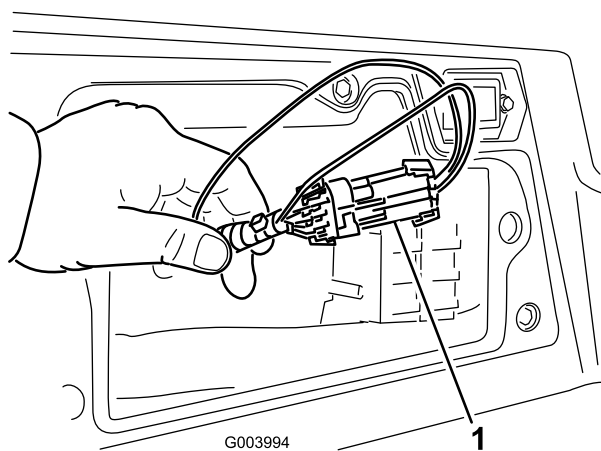

図 27
3. コントローラの近くにあるワイヤハーネスとそのコネクタを探し出す（図 27）。